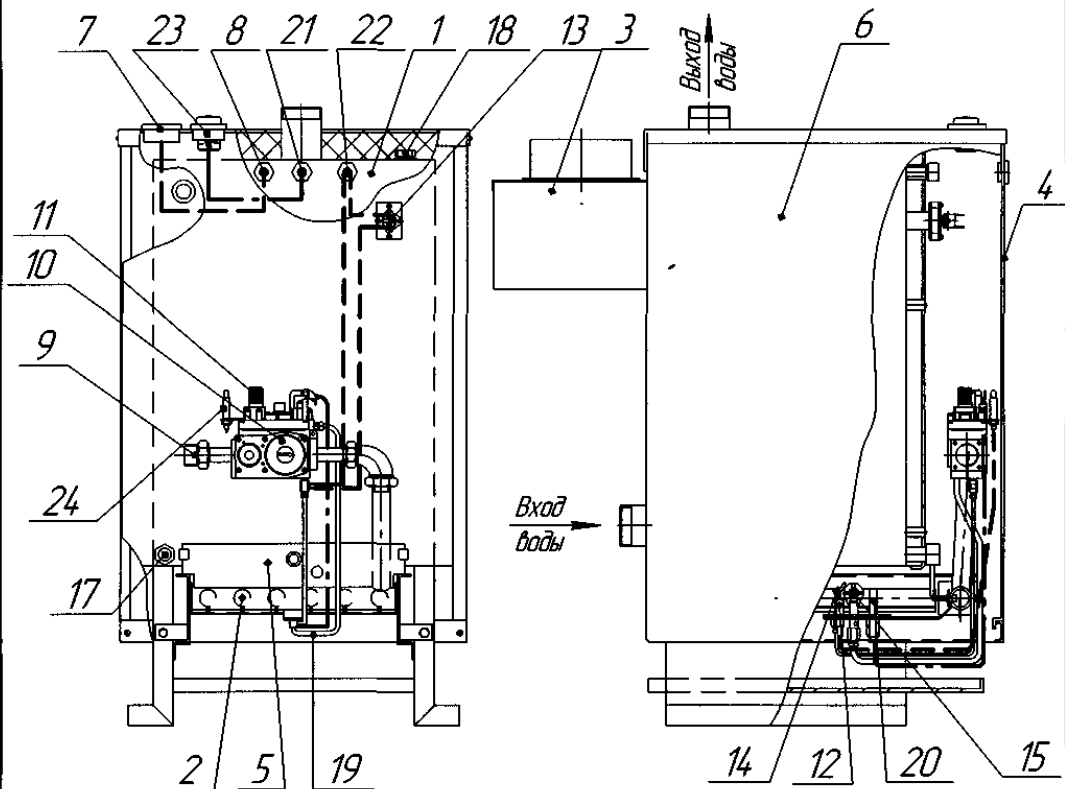

Рис. 2. Конструкция котла.
Конструкция котла представлена на рис.2.
4.1. Котел рис. 2 состоит из следующих основных узлов и деталей: теплообменника поз.1, газогорелочного устройства поз.2, газоотвода поз.3, съемной панели поз. 4, щитка поз.5, облицовки /кожуха/ поз. 6, указателя температуры воды поз. 7 с датчиком поз.8, газоподводящей трубки поз.9.
5.6. Перед началом монтажа необходимо провести расконсервацию котла, проверить правильность его сборки в соответствии с рис. 1 и рис. 2А, и убедиться в надежном и полном закреплении всех деталей и сборочных единиц.
6.2.1. Приподнимите съемную панель 4 (см. рис.2) за специальные отверстия, затем нижнюю часть наклоните на себя и снимите панель.